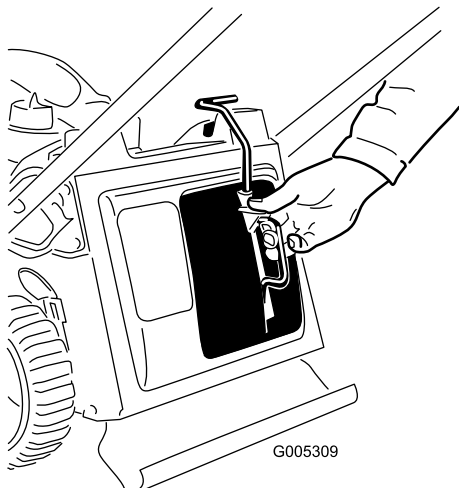

Рисунок 25
1. Снимите заглушку для мульчирования (Рисунок 25).